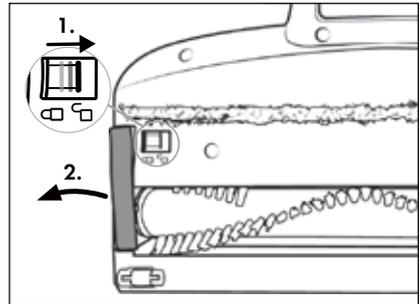

Fig. 24
- ▶ Nettoyez régulièrement le rouleau brosse ②① afin de garantir un fonctionnement conforme de l'appareil et d'éviter les pannes.
- 1) Retirez la brosse de sol ②② du tube d'aspiration ②③ ou de l'appareil (voir chapitre **Démontage de l'appareil**). Retournez la brosse de sol ②②.
- 2) Déverrouillez le rouleau brosse ②① en faisant glisser le dispositif de déverrouillage du rouleau brosse ①⑨ avec le doigt vers le symbole  (ouvert). Retirez alors le support pour rouleau brosse ②④ de la brosse de sol ②② (voir fig. 24).